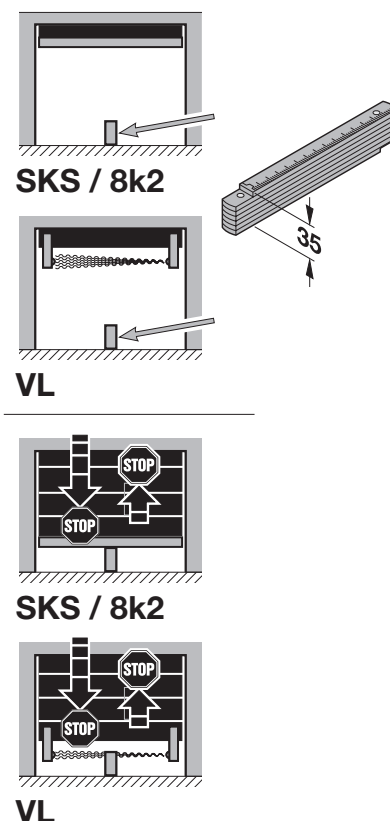

Abb. 6-17: Manuelles Einstellen der Reversiergrenze
- In der Tormitte den Prüfkörper platzieren (siehe Abb. 6-17).